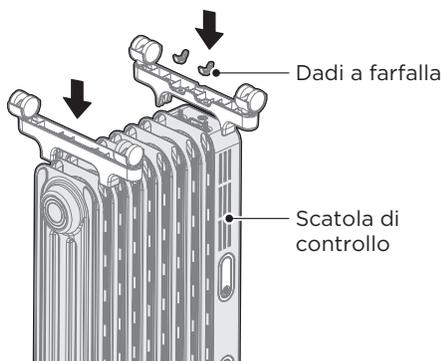
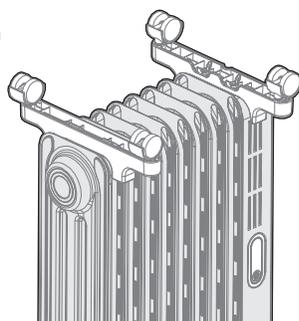

Figura 2
Figura 3
- 2 Come mostrato nella Figura 2 e nella Figura 3, per prima cosa capovolgere il corpo del riscaldatore in modo da avere la parte inferiore rivolta verso l'alto, allineare il gruppo di supporto con due fori circolari passanti con le due viti sul fondo della scatola di controllo e appoggiarlo liberamente, rimuovere il nastro blu sul piedino di supporto ed estrarre i dadi a farfalla, infine bloccarlo con i dadi a farfalla; inoltre, la scanalatura di montaggio del gruppo di piedini con la scanalatura di bloccaggio è allineata e bloccata sul primo dissipatore di calore.